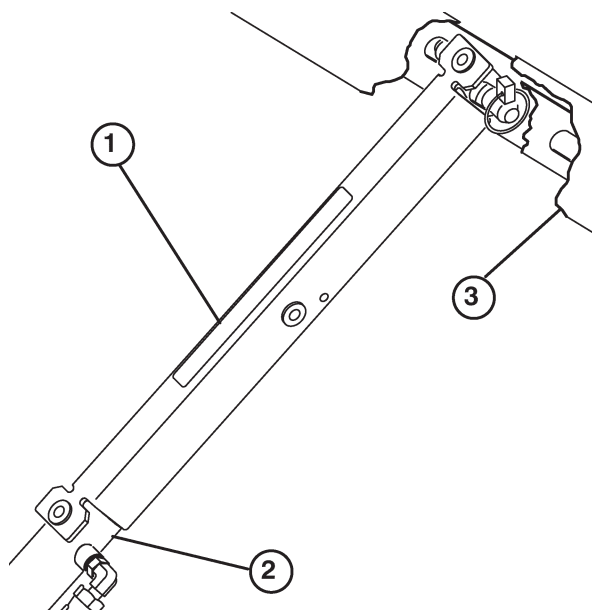

Figure 34
3. Poussez la béquille de sécurité sur la tige du vérin et vérifiez que les languettes d'extrémités sont en appui au bout du corps du vérin et au bout de la tige du vérin (Fig. 34).